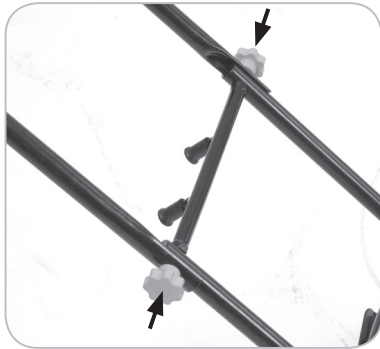

Fig. 2
- Insérez les vis longues à écrou à travers les trous de la poignée médiane et de la poignée basse et vissez-les dans les écrous captifs de la barre de rangement du câble. (Fig. 2)